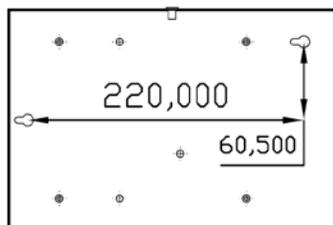

Figura 2: Vista traseira, dimensões em milímetros.
**220 mm** entre furos, conforme figura 2. Usar buchas